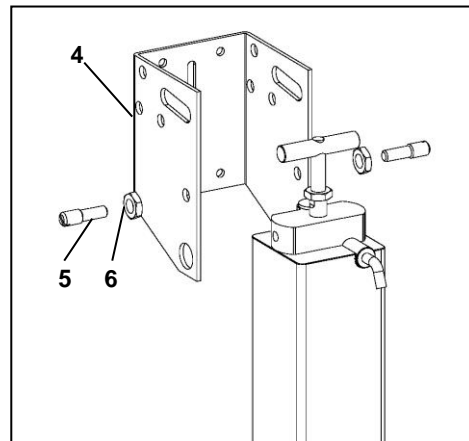

Bild 3
2. Öffner mit den Gewindestiften (5) in der Öffnerhalterung (4) befestigen. Das Kabel muss in den Innenraum zeigen. Die Gewindestifte (5) so einstellen, dass der Öffner mittig sitzt und sich leicht schwenken lässt. Dann die Muttern (6) aufschrauben und mit den Muttern (6) die Gewindestifte (5) gegenüber der Öffnerhalterung (4) kontern (**Bild 3**).